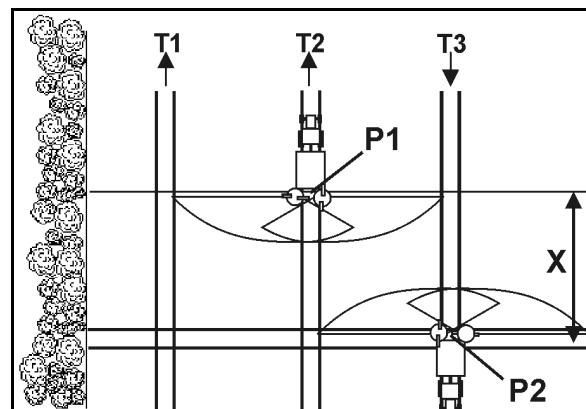

图 87
- 如果撒播盘距田边地车道的距离为 X，驶入车道 P1 点（图 87）时滑门打开。
- 如果撒播盘位于田边地第一车道的高度，驶离车道 P2 点（图 87）时关闭滑门。